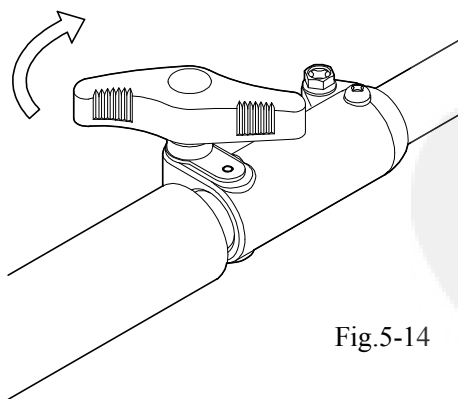

Fig.5-14
7. Maak de knop (B) vast op het koppelstuk(A).(Fig.5-14)